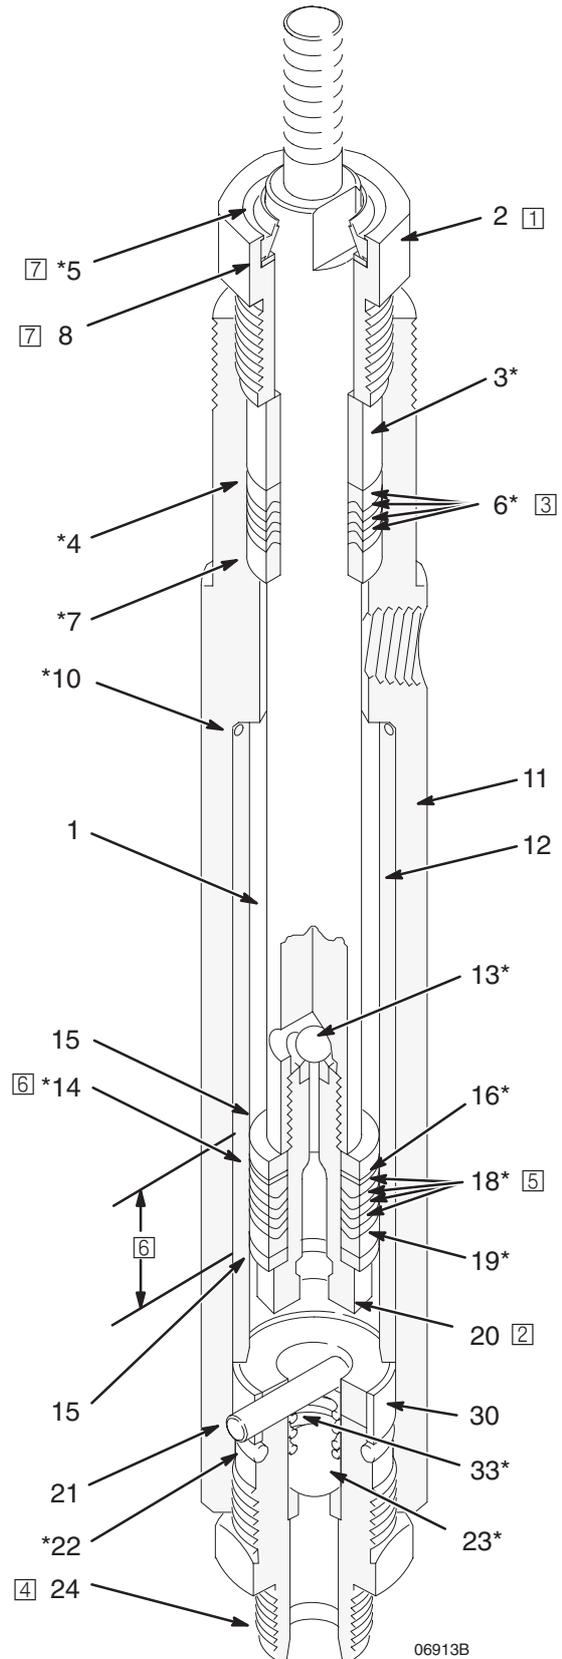

Fig. 1
4. Desenrosque el eje de la base (1) de la conexión del motor neumático.
5. Desenrosque el alojamiento de la válvula de admisión (24) del cilindro (11). Vea la Fig. 1. Desarme y limpie las piezas de la válvula. Inspeccione las piezas en busca de daños o desgaste. Si el asiento o el alojamiento de la válvula estuviera desconchado o desgastado, reemplace el alojamiento (24).
6. Afloje la tuerca prensaestopas (2).
7. Presione y baje la varilla (1) hasta que consiga sujetar el espárrago del pistón (20). Saque el eje de desplazamiento por la parte inferior del cilindro (11).
8. Inspeccione la superficie exterior de la varilla (eje de desplazamiento) (1) y la superficie interior pulida del manguito del cilindro (12) en busca de abrasiones o desgaste, pasando el dedo sobre su superficie y exponiéndolas con un ángulo determinado a la luz. Los daños en estas piezas podrían causar desgaste prematuro o fugas por las empaquetaduras. Reemplace las piezas desgastadas o rayadas.
- NOTA:** Si se reemplaza el manguito (12), asegúrese de instalarlo con el extremo ranurado hacia arriba, y reemplace la junta tórica (10\*) en la ranura. Si es difícil retirar el manguito viejo, póngase en contacto con su representante Graco.
9. Desenrosque el espárrago del pistón (20) de la varilla (1). Retire la bola (13), los calzos (14), las arandelas de seguridad (15), los casquillos (16 y 19), y las empaquetaduras den V (18). Limpie todas las piezas e inspecciónelas en busca de daños. Si el asiento del espárrago del pistón (20) está mellado o desgastado, reemplácelo.
10. Retire la tuerca prensaestopas/copela húmeda (2).
11. **Sólo la bomba modelo 239388:** Retire el kit de protección de la junta (5) y la arandela (8) de la tuerca prensaestopas (2).
12. Retire el cojinete (3), los casquillos (4 y 7), y las empaquetaduras en V (6) del cuello del cilindro de la bomba (11). Limpie todas las piezas e inspecciónelas en busca de daños.
14. Coloque, una de cada vez, un casquillo macho (7\*), cuatro empaquetaduras en V de PTFE (6\*), un casquillo hembra (4\*), y el cojinete (3\*) en el cuello del cilindro (11). *Asegúrese de que los rebordes de las empaquetaduras en V están dirigidas hacia la parte inferior del cuello.* Vea la Fig. 1.
15. **Solo la bomba modelo 239388:** Instale la arandela (8) y el kit de protección de la junta (5) en la tuerca prensaestopas (2). Empaque la tuerca prensaestopas por dentro y por fuera con Vaseline®. Utilice únicamente vaselina de la marca Vaseline®.
16. Instale la tuerca prensaestopas (2) sin apretarla.
17. Coloque, una de cada vez, una arandela de seguridad (15), un casquillo hembra (19\*), cuatro empaquetaduras en V PTFE (18\*), un casquillo macho (16\*), y una arandela de seguridad (15) en el espárrago del pistón (20). *Asegúrese de que los rebordes de las empaquetaduras en V están dirigidas hacia la parte superior del cilindro.* Vea la Fig. 1.
19. Coloque la bola (13\*) en el espárrago del pistón (20). Aplique líquido sellador de cuellos a las roscas del pistón y enrosque el conjunto del pistón en la base de la varilla (1), apretándolo a un par de 23 N.m.
20. Lubrique la varilla (1), y guíela a través de la parte inferior del cilindro de la bomba (11) y cuidadosamente a través de las empaquetaduras del cuello.
21. Instale la junta tórica (22\*) en el alojamiento de la válvula de admisión (24).
23. Deslice el retén de la junta tórica (30) sobre el alojamiento de admisión y alinee los orificios de las dos piezas.
25. Instale el pasador de tope de la bola (21) a través del retén del alojamiento de la válvula de admisión (24), y enrosque el alojamiento en el cilindro de la bomba (11). Apriete el alojamiento a un par de 70–80 N.m.
26. **Todos los modelos de bomba excepto 239388:** Apriete la tuerca prensaestopas (2) a un par de 70–80 N.m.
- Bomba modelo 239388:** Apriete la tuerca prensaestopas (2) a un par de 30–35 N.m.